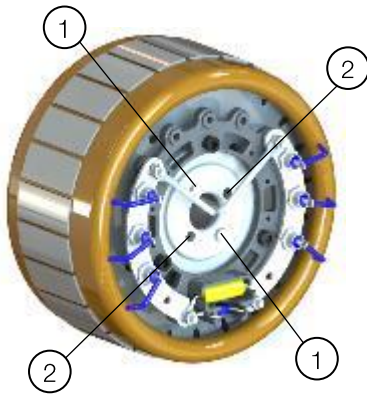

Figure 13.4 : Rotor de l'excitatrice GTA
3. Placer les vis retirées dans les trous indiqués à la Figure 13.4.
Légende - Figure 13.4 :